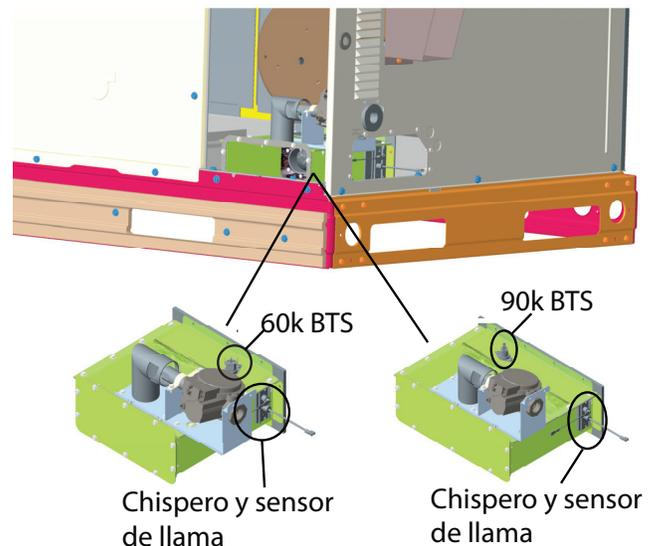

Fig. 23: Interruptor térmico del quemador (BTS) (NOx ultrabajo)
2. Quite los dos tornillos que sujetan la capucha del conducto (Fig. 23) y quite la capucha del conducto.
6. Vuelva a conectar la capucha del conducto (Fig. 23) con los dos tornillos que se quitaron.
NOTA: Para NOx ultrabajo: El chispero o sensor de llama combinado está ubicado en el lado derecho de la caja del quemador (consulte Fig. 23). Se puede acceder al chispero o sensor de llama para realizar el mantenimiento retirando la cubierta del panel del lado derecho. El interruptor térmico del quemador (BTS) se encuentra en la parte superior de la caja del quemador. Para tamaños de calefacción de 60 k, se puede acceder al interruptor BTS a través de la cubierta del panel del lado derecho. Para los tamaños de calefacción de 90 k, se puede acceder al interruptor BTS quitando el panel de acceso a los controles.